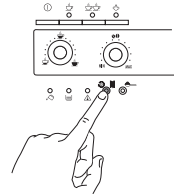

Figura 29
- Premere e tenere premuto il pulsante   per almeno 5 secondi (Figura 29). Il pulsante si illuminerà ad indicare l'avvio del processo di decalcificazione (le spie  e  rimangono spente per segnalare che non è possibile preparare espresso o caffè lungo.